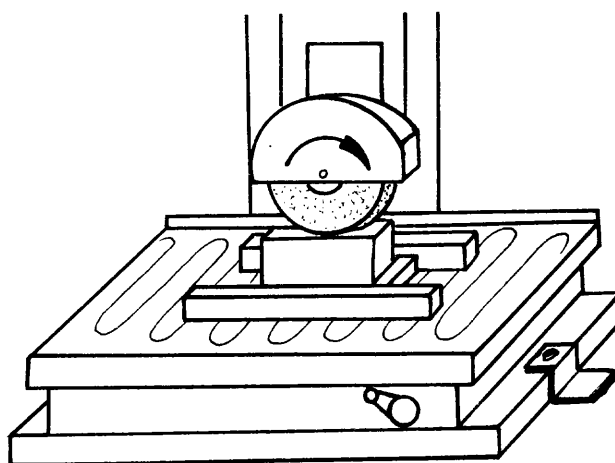

Fig. 1
1) Agregue suplementos laterales en el caso que las piezas tengan poca superficie (fig. 1).